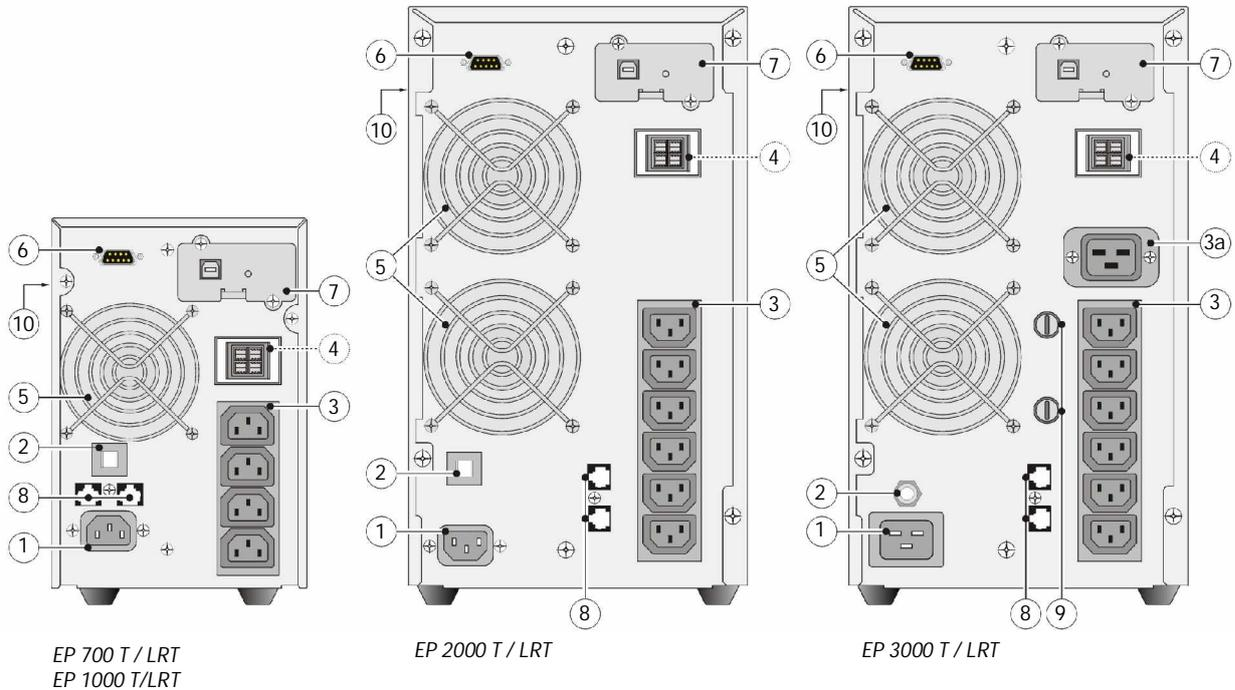

Рис. 3.3.1: задняя панель настольных моделей (EP XXXT или EP XXXLRT)
|  | ВАЖНОПеред тем, как выполнять подключение к электросети и включение ИБП, пожалуйста, проверьте выполнение следующих условий: <ul style="list-style-type: none"><li>• Напряжение электросети, к которой подключен ИБП, должно быть 220—240 В, а частота — 50/60 Гц. Выходная частота ИБП автоматически устанавливается в соответствии с частотой входной сети.</li><li>• Суммарная мощность подключенного к ИБП оборудования не превышает номинальную мощность самого ИБП (указана на его табличке). (10, рис. 3.3.1/3.3.2).</li></ul> |
Отсоедините сетевой шнур (тип 250 В~ / 10А) от компьютера и подключите его к входной розетке (1, рис. 3.3.1 / 3.3.2) на задней стороне ИБП.
Подключите соответствующий шнур питания (250В/16А) к входной розетке на задней панели ИБП (1, рис. 3.3.1 / 3.3.2).
- 4 Подключите нагрузку к выходным розеткам ИБП (3/3а, рис. 3.3.1/2) с помощью шнуров, которые поставляются вместе с ИБП. По возможности, распределите нагрузку равномерно между розетками. При использовании разветвителя для подключения нескольких устройств к одной розетке, пожалуйста, обратите внимание, что максимальный ток на каждой выходной розетке ИБП составляет 10 А (розетка 3) или 16 А (розетка 3а). Смотрите рис. 3.3.1/2.
- 6 Включите входной автомат, если это возможно (2, рис. 3.3.1/2). Вентилятор (-ы) начнут вращаться и ИБП включится в режим ожидания (STANDBY). АКБ начнут заряжаться.